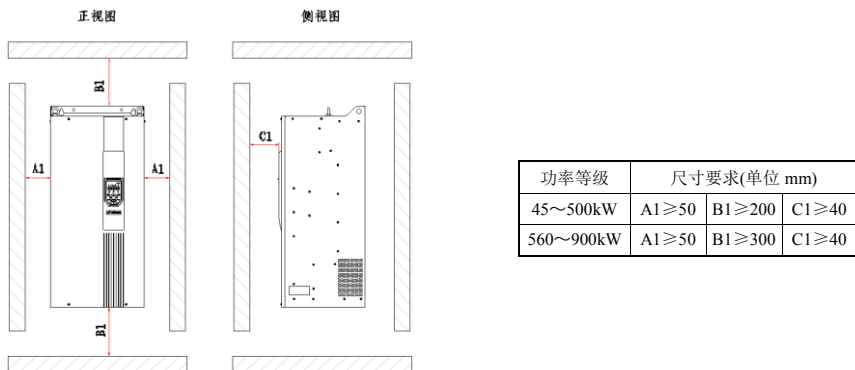

图 3-2 单台机器安装间隔
- 安装空间要求如图 3-2 所示，需保证软起装置有足够的散热空间，预留空间时请考虑柜内其它器件的散热情况；